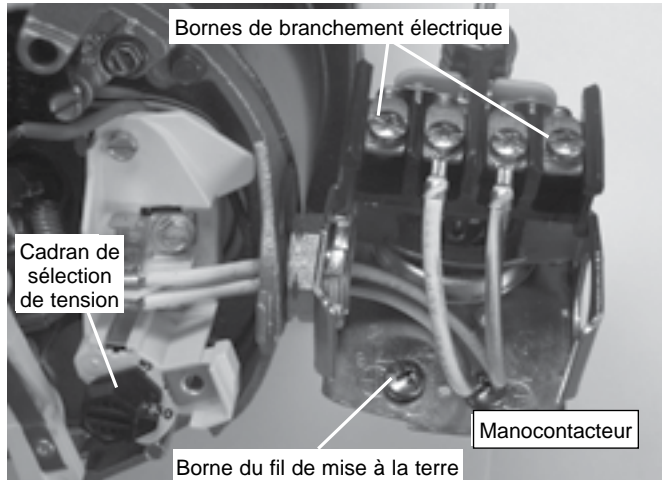

Figure 6 : Tension réglée à 230 V sur sélecteur à cadran
3. Fixer les fils d'arrivée de courant aux deux vis extérieures du manostat (figure 6).
4. Relier le fil de terre aux bornes de raccord de mise à la terre (figure 6).
- 1° Brancher tout d'abord le fil de mise à la terre, comme il est illustré à la Figure 6. Le fil de mise à la terre doit être un fil de cuivre massif d'un diamètre au moins aussi gros que le diamètre des fils de tension.
- 4° Brancher les fils de tension sur le manostat, comme il est illustré à la Figure 6.